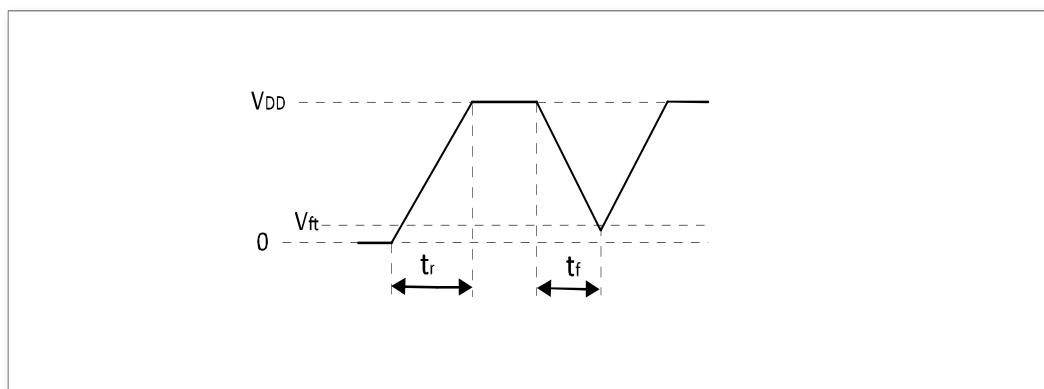

图 5-5 上电与掉电波形
- 芯片上与掉电 V_{DD} 波形需严格遵循图 5-5 中 t_r 和 t_f 阶段，上电过程不得出现掉电现象。